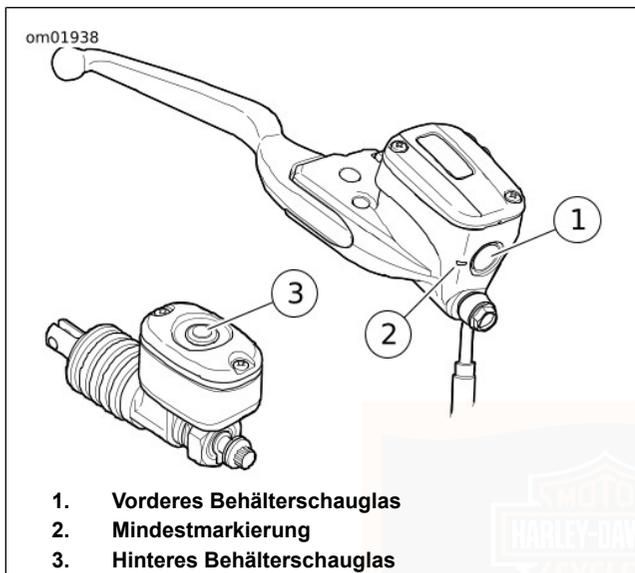

Abbildung 50. Bremsflüssigkeitsbehälter
2. Siehe Abbildung 50. Behälterschauglas prüfen.
- a. **Vorne:** Sicherstellen, dass Flüssigkeit im Schauglas (1) sichtbar ist. Wenn der Flüssigkeitsstand unter der Min.-Markierung (2) liegt oder nicht sichtbar ist, einen Harley-Davidson Händler aufsuchen.
b. **Hinten:** Prüfen, ob Flüssigkeit sichtbar ist. Das Schauglas (3) ist dunkel, wenn Flüssigkeit vorhanden ist. Wenn das Schauglas klar ist, Kontakt mit einem Harley-Davidson-Händler aufnehmen.